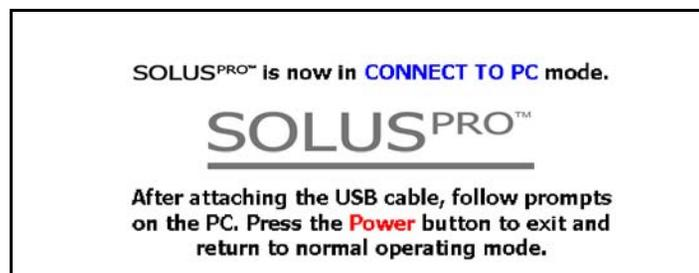

Abbildung 2-23 Meldung SOLUS PRO im Modus „Mit PC verbinden“ (Beispiel)
5. Drücken Sie die **Power**-Taste, um Ihr SOLUS PRO-Gerät einzuschalten. Eine Modusmeldung „Mit PC verbinden“ erscheint (Abbildung 2-23)